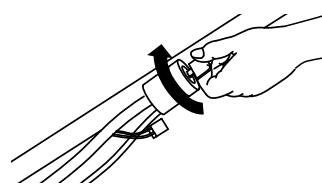
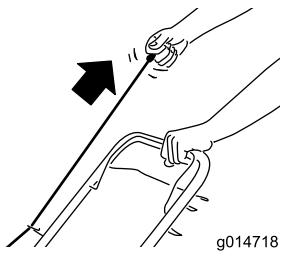

Figura 15
Figura 16
- Rode a chave (apenas modelos de arranque elétrico; consulte a Figura 15) ou puxe o manípulo do arrancador de retrocesso (Figura 16).